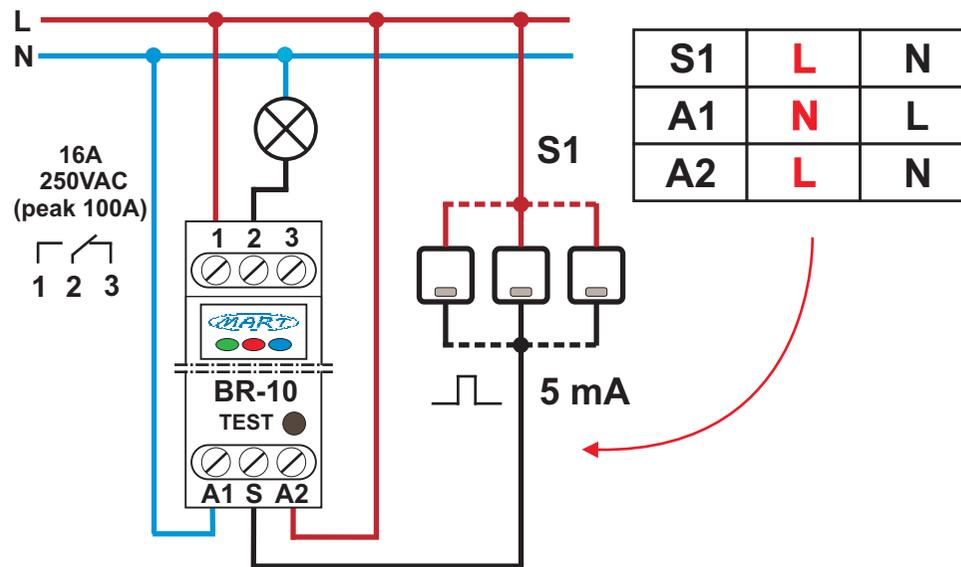

Abb. 2. Ein beispielhaftes Diagramm des Anschlusses des BISTABILEN IMPULSRELAIS BR-10 mit einer Tabelle möglicher Verbindungsvarianten.
2. Schließen Sie das BISTABILE IMPULSRELAIS gemäß dem Diagramm (Abb. 2, Abb. 3) in den folgenden